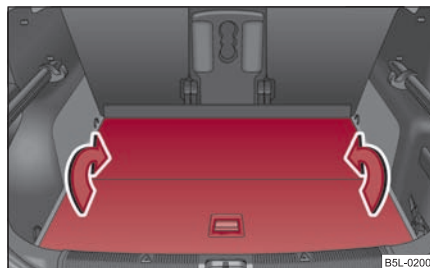

Fig. 105 Maletero: plegar el piso de carga variable
- Moviendo en un sentido de la flecha se abate el piso de carga ⇒ fig. 105.